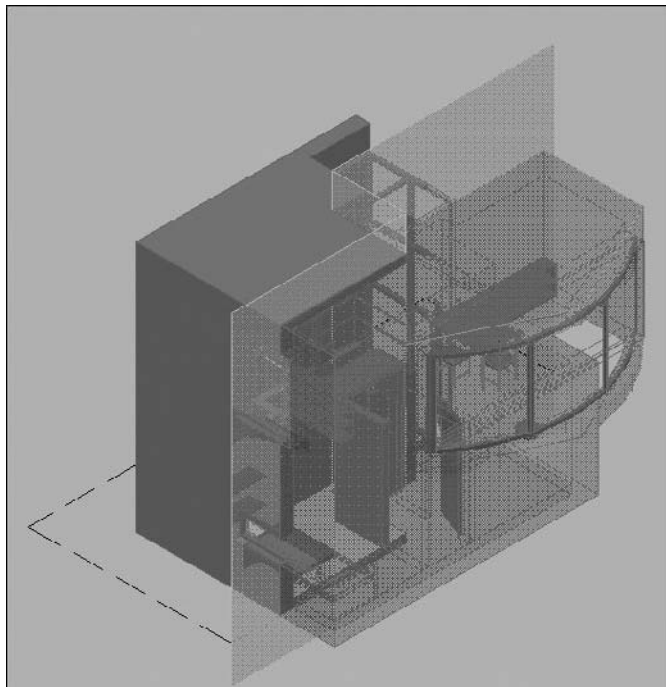

Fig.21.15
- **Géométrie délimitée** (Cut-away Geometry) : définit l'aspect de la partie coupée de l'objet 3D par la coupe. Par défaut cette partie est affichée en rouge avec un taux de transparence de 50% (fig.21.15).